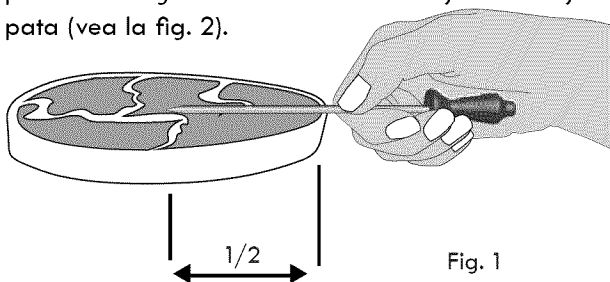

Fig. 1
- Para jamón o cordero con hueso, inserte la sonda en el centro del músculo o articulación más bajos. Para platos como pastel de carne o guisos, inserte la sonda en el centro del alimento. Para encontrar el centro del alimento, mida visualmente la distancia usando la sonda (vea la fig. 1). Cuando cocine pescado, inserte la sonda justo por encima de la aleta.